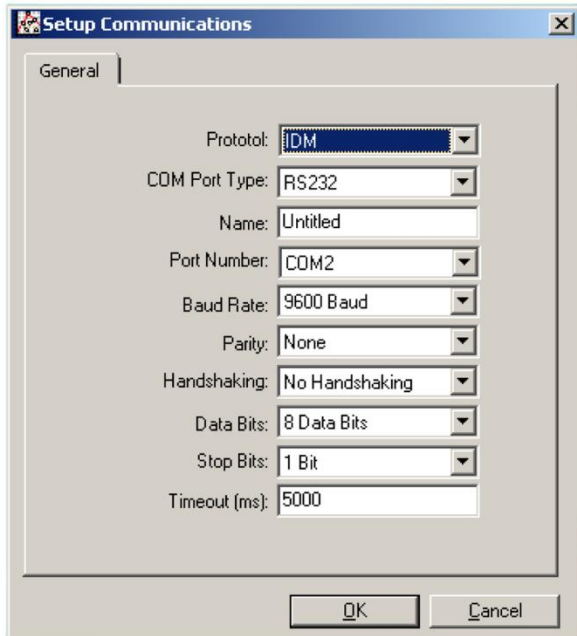

Figura 19: Pantalla de configuración de comunicaciones
4. Haga clic en la opción "communications port (puerto de comunicaciones)" para seleccionarla. La pantalla de configuración de comunicaciones se ve similar a la figura 19.